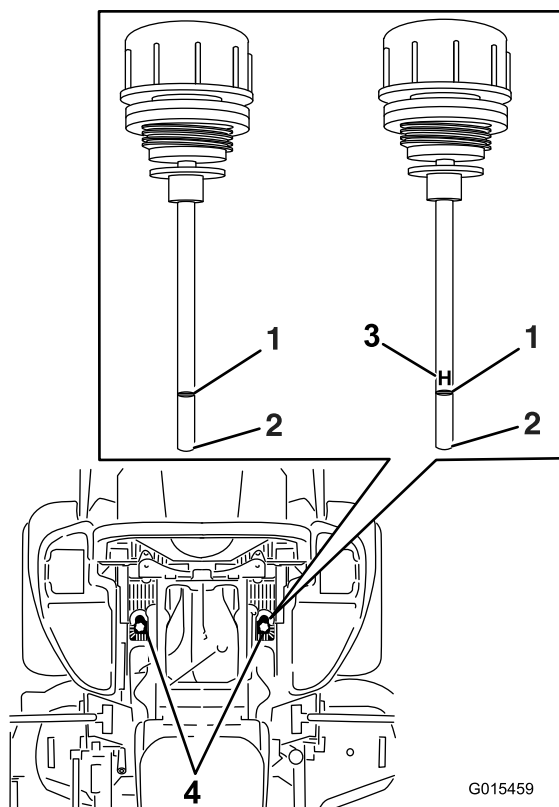

Figure 89
6. Nettoyez la surface autour des jauges des réservoirs du système hydraulique (Figure 89).
7. Sortez la jauge du réservoir hydraulique (Figure 89).
9. Ressortez la jauge et examinez l'extrémité (Figure 89). Si le niveau d'huile est au repère minimum, versez lentement la quantité d'huile qui convient dans le réservoir hydraulique pour faire monter le niveau jusqu'au repère maximum(H).